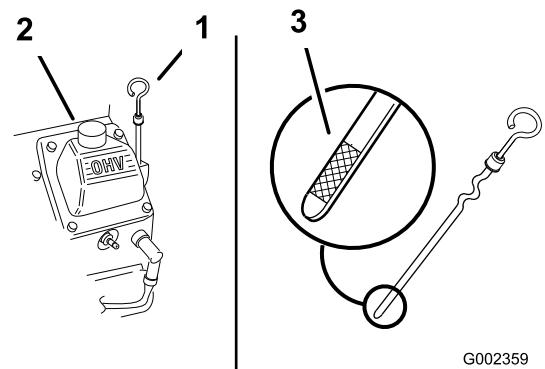

Figura 20
3. Limpe a zona em redor da vareta de óleo (Figura 20), para evitar que entre sujeira no orifício e possíveis danos no motor.
4. Retire a vareta do óleo e limpe a extremidade (Figura 20).
5. Deslize a vareta para dentro do tubo, mas não enrosque (Figura 20).
6. Coloque lentamente cerca de 80% da quantidade de óleo especificada no bocal de enchimento do óleo (Figura 20).